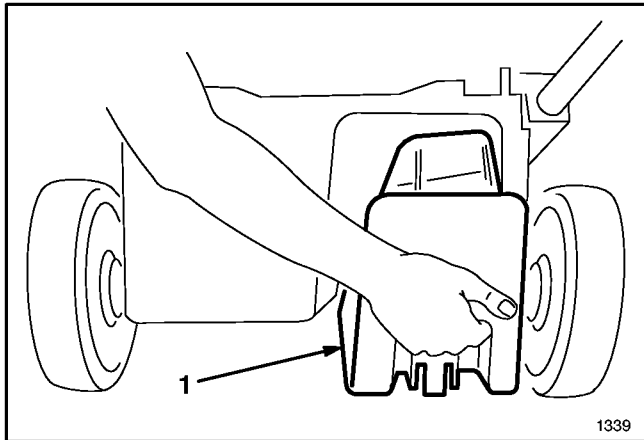

Abbildung 11
2. Die Auswurfabdeckung öffnen und den Einsatz in die Öffnung des Auswurfkanals schieben (Abb. 11).